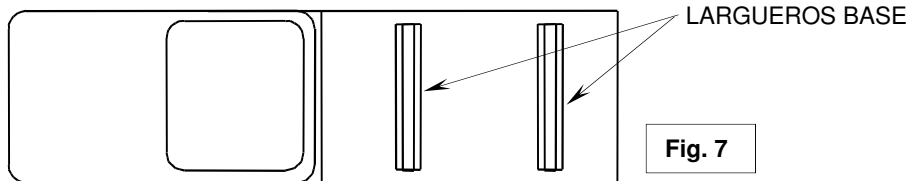

Fig. 7
3. Coloque dos largueros base (25) a lo ancho de la plataforma del vehículo (Ver Fig. 7). Seleccione una pata (28) y coloque las lengüetas a través de la segunda ranura rectangular desde el extremo del larguero base. Deslice los pasadores largos de halar (11) a través de los orificios en los largueros base desde el interior como se muestra de manera que los pasadores de bisagra estén en el exterior de los largueros base. Repita para la otra pata. Asegure los pasadores de halar con pasadores retenedores de resorte (12)